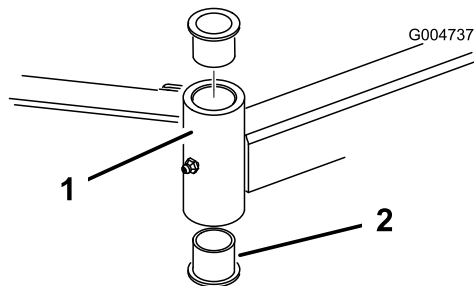

Figura 22
- Introduceți un poanson în partea superioară sau inferioară a tubului de montare și îndepărtați buca din tub (Figura 22). De asemenea, îndepărtați cealaltă bucă din tub. Curățați interiorul tuburilor, îndepărtând murdăria.